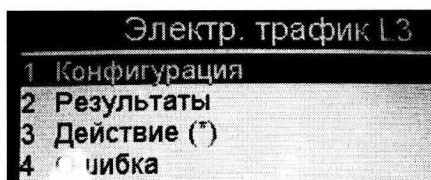

Рисунок 6
5.7.3 Нажать на стрелки выделить **Тест трафика L3** и нажать кнопку **OK**. Появится окно «Электр. трафик L3» - рисунок 6.